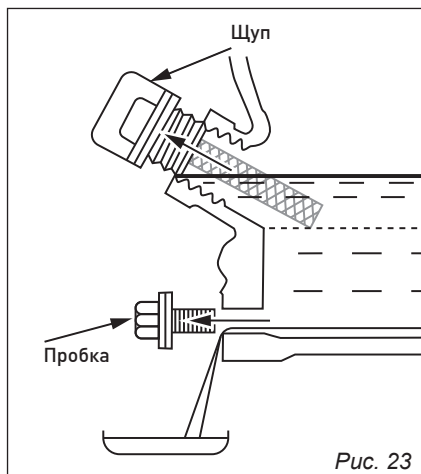

Рис. 23
4. Поместите масляный поддон под двигатель. Наклоните генератор, чтобы полностью слить масло, рис. 23.